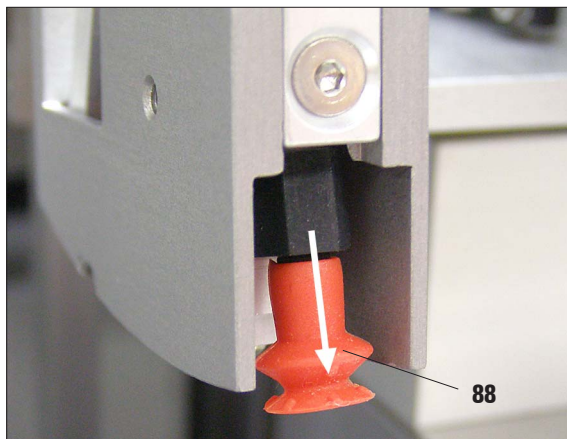

Fig. 44
Sostituire le ventose (88) deformate o danneggiate. Rimuovere la ventosa (tirandola verso il basso, Fig. 44) e sostituirla con la ventosa nuova.